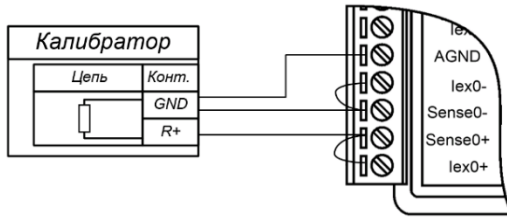
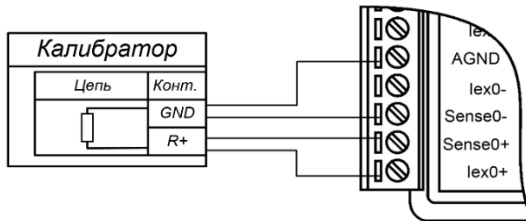

Рис. 5.5. Подключение приборов для юстировки термосопротивлений по трехпроводной схеме соединения модуля NL-4RTD-24V
Рис. 5.6. Подключение приборов для юстировки термосопротивлений по четырехпроводной схеме соединения модуля NL-4RTD-24V
При использовании трехпроводной схемы включения датчика (рис. 5.5) юстировку следует проводить с проводами реальной длины (как в условиях эксплуатации). Это позволит скомпенсировать в процессе юстировки паразитное падение напряжения на проводах.
- подготовить 3-проводную (рис. 5.5) или 4-проводную (рис. 5.6) схему соединения калибратора к нулевому каналу модуля;